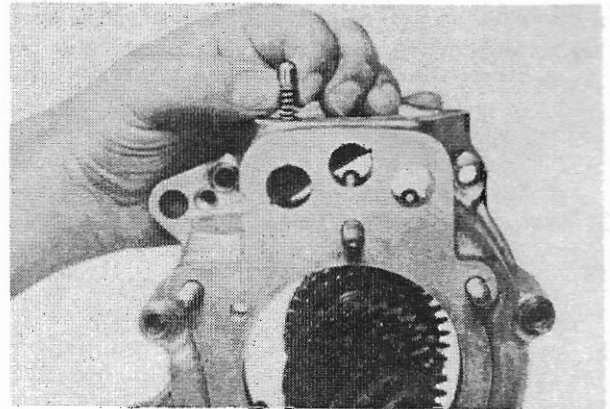

Abb. 46
- In die 3 oben liegenden Bohrungen des Gehäusedeckels je 1 Druckfeder (606) und einen Gleitstein (607) schieben (Abb. 46):